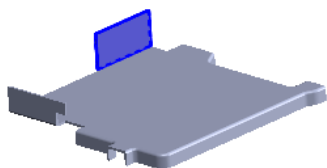
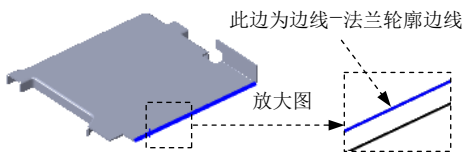
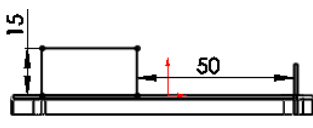

图 7.6.26 边线-法兰 5
图 7.6.27 选取边线-法兰轮廓边线
图 7.6.28 边线-法兰轮廓
Step16. 创建图 7.6.26 所示的钣金特征——边线-法兰 5。选择下拉菜单 **插入(I)** → **钣金(B)** → **边线法兰(E)...** 命令；选取图 7.6.27 所示的边线为法兰轮廓边线；在 **角度(G)** 区域的  文本框中输入角度值 90.0；在“边线-法兰”对话框的 **法兰长度(L)** 区域的下拉列表中选择 **给定深度** 选项；在 **法兰位置(N)** 区域中单击“折弯在外”按钮 ；单击“法兰参数”区域的 **编辑法兰轮廓(E)** 按钮，编辑图 7.6.28 所示的法兰轮廓；单击 **完成** 按钮，完成边线-法兰 5 的创作。